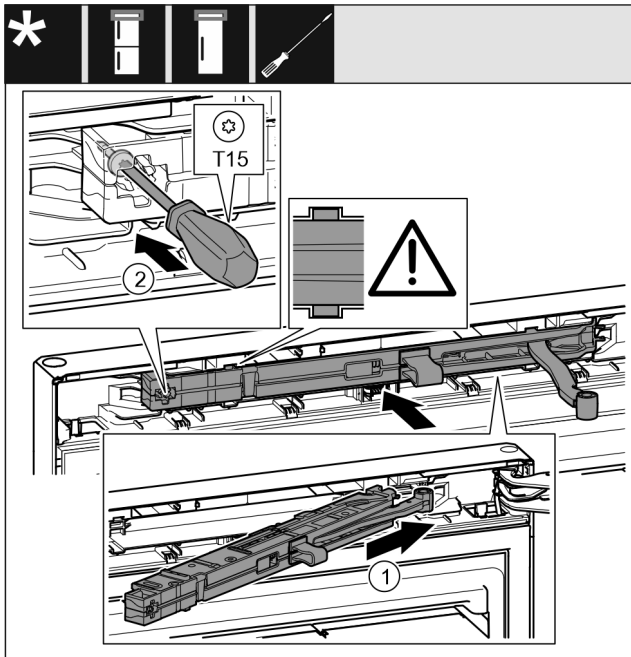

Fig. 71
- Iebīdiet slīpi durvju amortizatora mezglu Fig. 71 (1) gultņa balsta pusē līdz galam padziļinājumā.
- Pieskrūvējiet skrūvi Fig. 71 (2) ar skrūvgriezi.